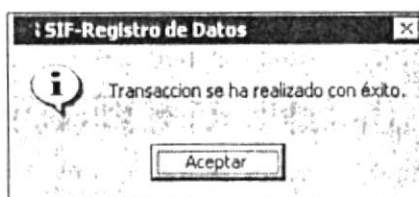

Figura 7.6 Mensaje de Información
5. A continuación aparecerá el mensaje de la Figura 7.6.
- Si no ocurrió ningún error de los mencionados anteriormente, enseguida el sistema presentará el mensaje de la Figura 7.6.
5. A continuación aparecerá el mensaje de la Figura 7.6
- Si no ocurrió ningún error de los mencionados anteriormente, enseguida el sistema presentará el mensaje de la Figura 7.6